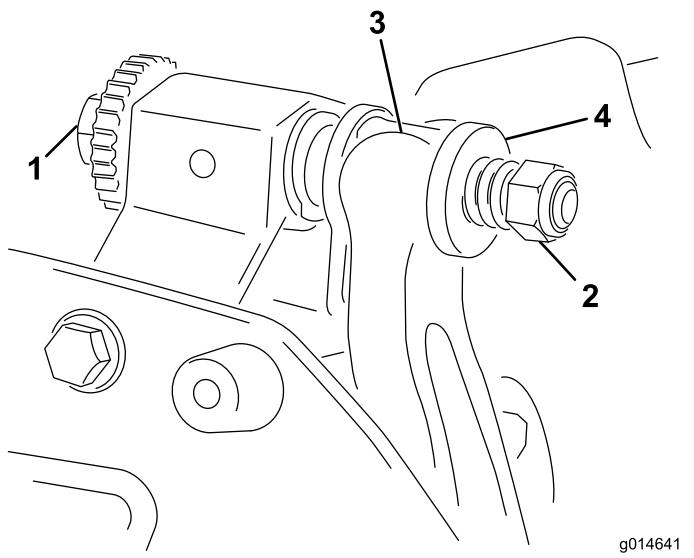

图 18
1. 逆时针旋转底刀架调节螺丝将底刀后撤离开滚刀 图 18。
2. 退出弹簧加压螺母直到垫圈不再对底刀架 图 18 施压。
1. 安装底刀架将安装吊耳固定在垫圈与底刀架调节螺丝之间 图 18。